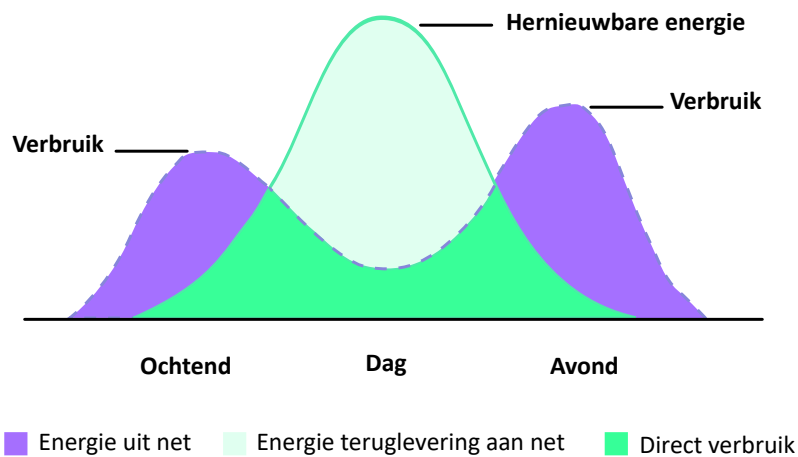

Fig. 1 Typisch theoretisch profiel van PV productie en verbruik uit het net
In periodes van overvloedige zon- of windproductie kan een EV worden opgeladen, met energie die anders teruggeleverd zou worden aan het net (Fig. 1: lichtgroen). Wanneer de wagen aanwezig (en dus aangesloten) is, en aangestuurd wordt door een EMS (Energy management systeem), zijn dit de voordelen:
- optimalisatie van zelfvoorziening: gebruik de opgeslagen energie van je EV voor je woning, om afname uit het net te vermijden (Fig. 1: paars)